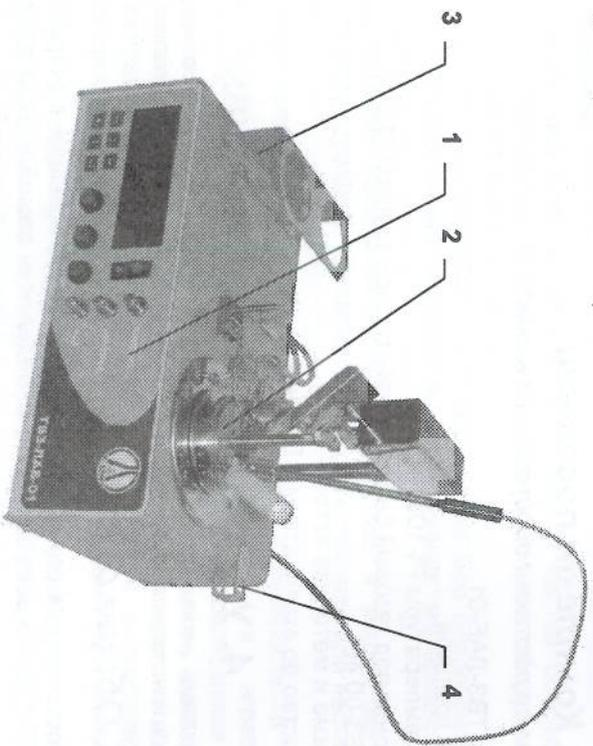

Рис. 1. Аппарат ТВ3-ЛАБ-01. Общий вид.
Аппарат выполнен в настольном исполнении в виде единого блока, в котором размещены панель управления (1), испытательный модуль (2), подставка под тигель (3) и держатель для датчика температуры (4). Общий вид аппарата показан на рис. 1.